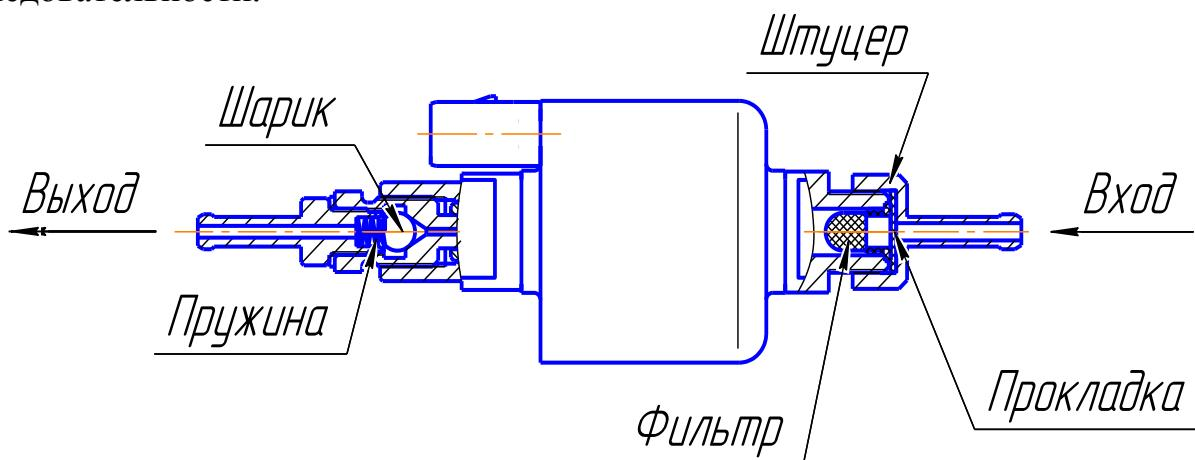

Рис. 11 -Топливный насос
5.8.1 Топливный насос «TH7» или «TH8» (рис. 11).
- проверить герметичность соединения между корпусом топливного насоса и входным штуцером (см. рис.11). Проверку производить воздухом давлением не более 1кгс/см². Давление подводить со стороны входа при этом выходной штуцер заглушить. Если соединение негерметично необходимо заменить прокладку в штуцере (см. рис 11).